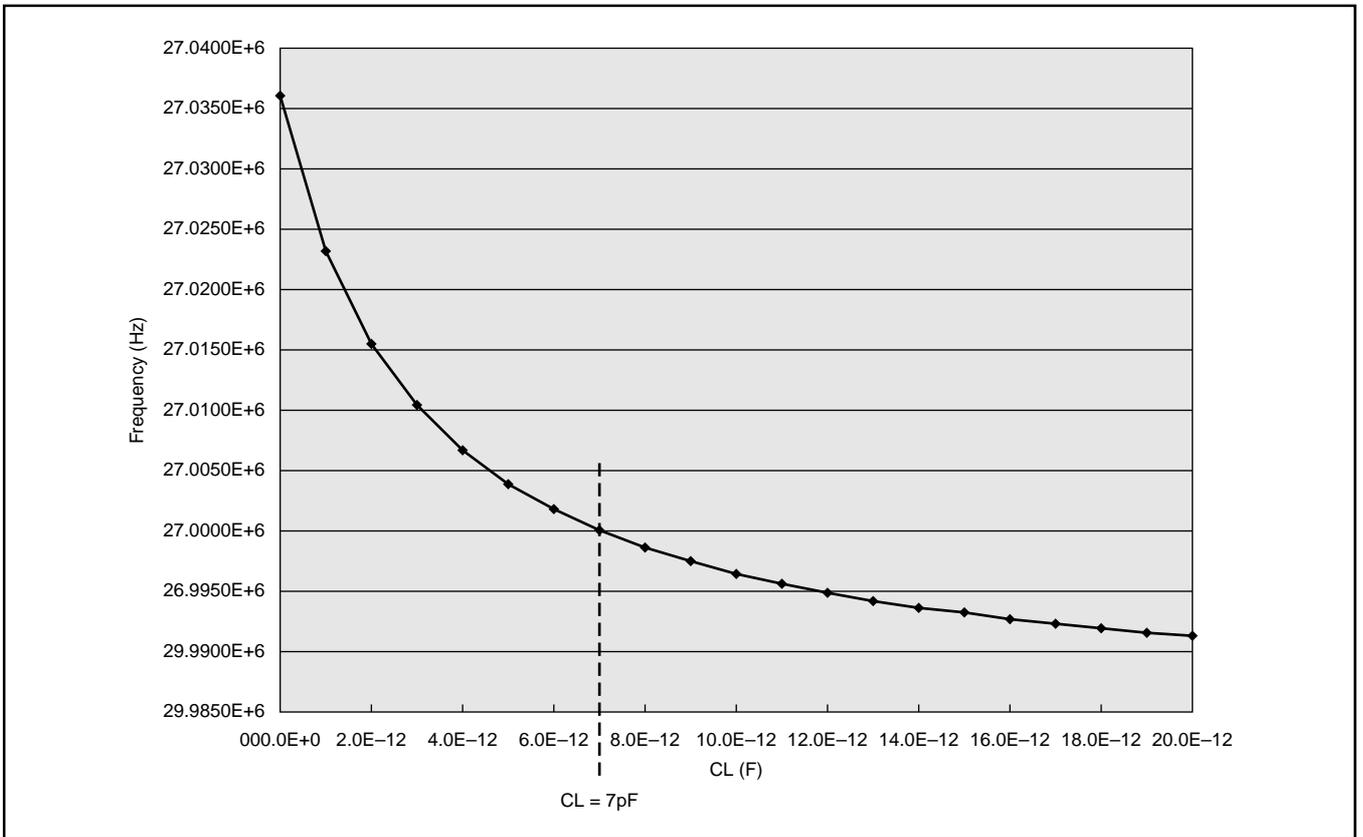

図5. 負荷容量CL対発振周波数
これらの負荷容量対発振周波数の関係を図5に示します。また、代表的負荷容量での発振周波数を表に示します。負荷容量7pF以上の条件でのクリスタル発振子を使用する場合は、図5および表により換算された各負荷容量における発振周波数の仕様でのオーダーを行って下さい。
- この標準仕様のクリスタル発振子の入手が難しい場合、図5、表Ⅱに示したように例えば、 $CL=15\text{pF}$ 、 $F_0=26.9931\text{MHz}$ といった仕様でのクリスタル発振子の使用も可能である。